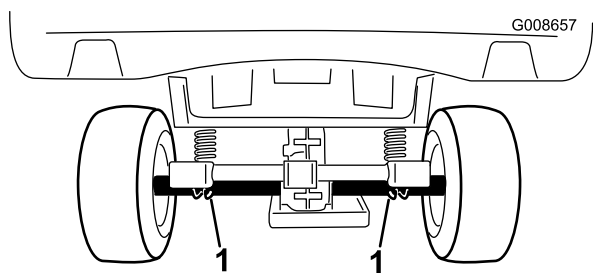

Рисунок 24
- Точка подъема в задней части машины находится под трубами моста (Рисунок 24).